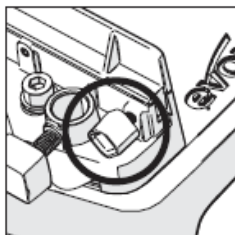

Рис. 5
- Ослабьте винт с накатанной головкой (Рис. 5).